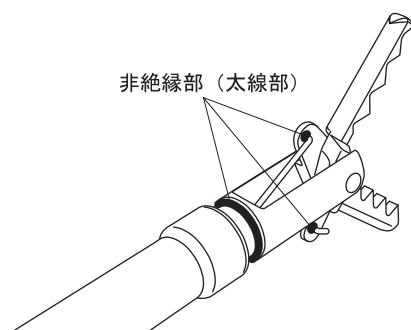

図4
- (14) 本製品の金属部が術者・介助者に触れた状態で通電しないこと。本製品のハンドルが濡れている状態で通電しないこと。術者・介助者が熱傷をするおそれがある。
- (15) 患者が、導電体に触れないようにすること。術者・介助者は、絶縁性のある防水性手袋を着用すること。挿入部が絶縁されていない器具と同時に使用しないこと。患者の皮膚に触れている状態では、通電しないこと。患者の衣服が濡れた状態では、通電しないこと。本製品の金属部が術者・介助者に触れた状態で通電しないこと。本製品のハンドルが濡れている状態で通電しないこと。体腔内の組織に付着している粘液を吸引してから通電すること。先端部と内視鏡先端の金属部が接触した状態で通電しないこと。挿入部のチューブに切れや剥がれがある場合には使用しないこと。熱傷を起こすおそれがある。
- (16) 挿通しにくい場合は、本製品を無理に押込まないこと。内視鏡が損傷するおそれがある。
- (17) 本製品がわん曲部に引っ掛かって挿通しにくい場合は、本製品を無理に押込まないこと。
- (18) 先端部の爪を閉じた状態で、内視鏡からゆっくり引き抜くこと。内視鏡が損傷するおそれがある。
- (19) 先端部の爪が開閉しにくい場合および爪が開かない場合は、内視鏡のわん曲角を戻し、爪を閉じた状態で、内視鏡から引き抜くこと。それでも何らかの理由で爪が閉じない場合は、A コードを外し爪を内視鏡鉗子口の開口部付近まで戻し、組織を傷つけないように注意しながら、内視鏡と高周波はさみ鉗子と一緒にゆっくりと引き抜くこと。引き抜いた本製品の点検を行い、異常がある場合には使用を中止すること。
- (20) 使用中に、切れ味が悪くなったり、断線、接触不良等で切れなくなったら場合は、使用を中止し、内視鏡からゆっくりと引き抜き、あらかじめ準備してある予備の本製品や A コード、高周波電源装置と交換すること。
- (21) 組織の付着や炭化などにより、先端部の爪が開かなくなつた場合には、内視鏡からゆっくりと引き抜き、軟らかい歯ブラシや滅菌ガーゼなどを使用して、先端部に付着した組織などを除去すること。それでも、何らかの理由で爪が開かない場合には、使用を中止し、あらかじめ準備してある予備の本製品と交換すること。
- (22) 先端部全体が内視鏡の視野に入った状態で通電すること。高周波処置により熱くなつた先端部が内視鏡先端部に触れる、内視鏡を損傷するおそれがある。
- (23) 先端部には絶縁性のコーティングが施している。ただし、高周波処置などによりコートが剥離したり、コーティングに極めて小さな孔（ピンホール）が存在したりすることもあり、絶縁性を保証するものではない。また、先端部周囲が体液などにより濡れないと、その体液などを介して導電部から電流が流れるおそれがあるので、絶縁性のコーティング面であっても組織に接触させた状態で通電すると、穿孔や熱傷を起こすおそれがある。
- (24) 爪を開いた状態では、通電しないこと。先端部の爪を開いた状態にすると、爪の内側や先端部の非絶縁部が露出する。その状態で通電すると、非絶縁部が組織に触れて、穿孔や熱傷を起こすおそれがある。（図4）